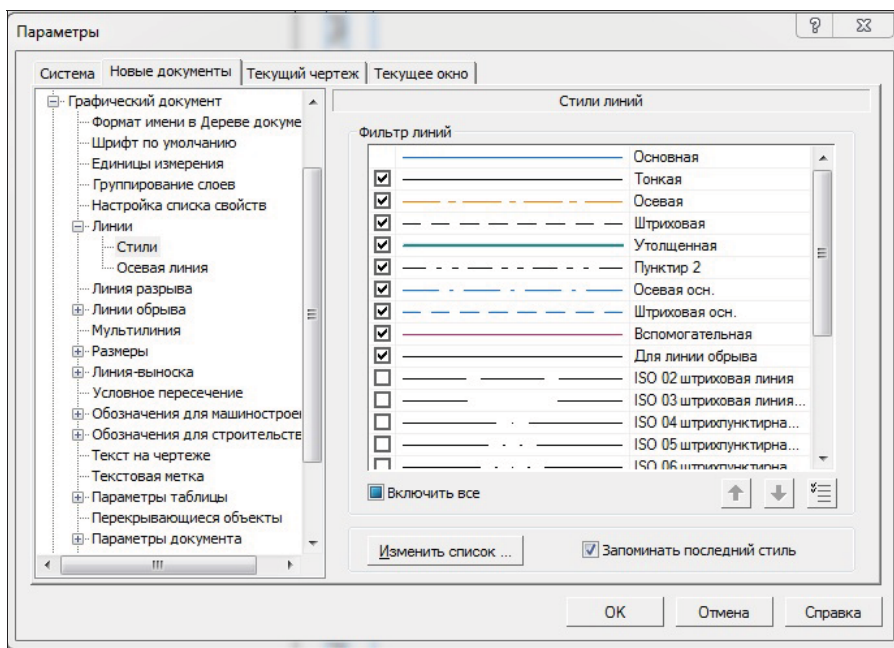

Рис. 17.15. Диалоговое окно **Параметры** с открытой панелью **Стили линий**
- ◆ щелкните ЛК мыши по пункту **Стили** — в правой части раскроется панель **Стили линий** (рис. 17.15). Какие можно провести настройки:
- ◆ щелкните ЛК мыши по пункту **Линия разрыва** (см. рис. 17.15). В правой части по умолчанию установлена опция **Волнистая**. Введите, если необходимо, значение амплитуды и зазор. Можно заменить тип волнистой линии, установив флажок рядом с одним из предлагаемых типов;
- ◆ щелкните ЛК мыши по знаку "плюс" перед пунктом **Размеры** (см. рис. 17.15) — раскроется дерево параметров;